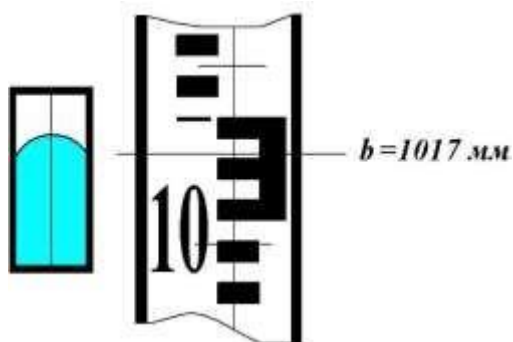

Рис. 8. Отсчет по рейке при отвесном положении оси вращения нивелира
6. Берут отсчет по рейке **b** (рис. 8), соответствующий отвесному положению оси вращения нивелира.